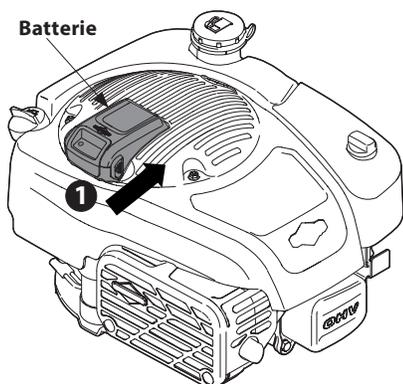

Figure 3-3
1. Vérifiez que le support de la batterie sur la partie supérieure du moteur est propre et sans débris. Nettoyez-le avec une brosse ou un chiffon au besoin. Placez la batterie sur le support et appuyez pour qu'elle s'enclenche. Voir Figure 3-3.